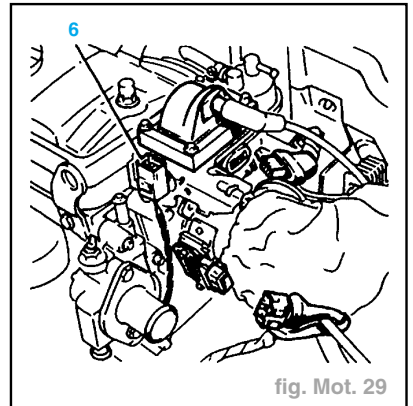

fig. Mot. 29
- Dégrafer la prise capteur de PMH (**6**) de son support (fig. Mot. 29).